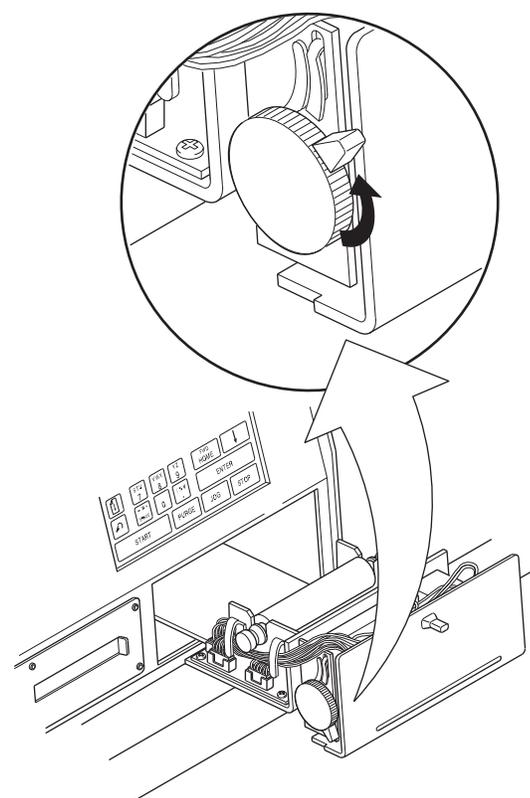

Figure 82 Soulever la tête d'impression
3. Soulever complètement la tête d'imprimante en tirant vers le haut le levier situé au niveau de la molette de chargement manuel de papier à côté du couvercle de l'imprimante. Voir la Figure 82.